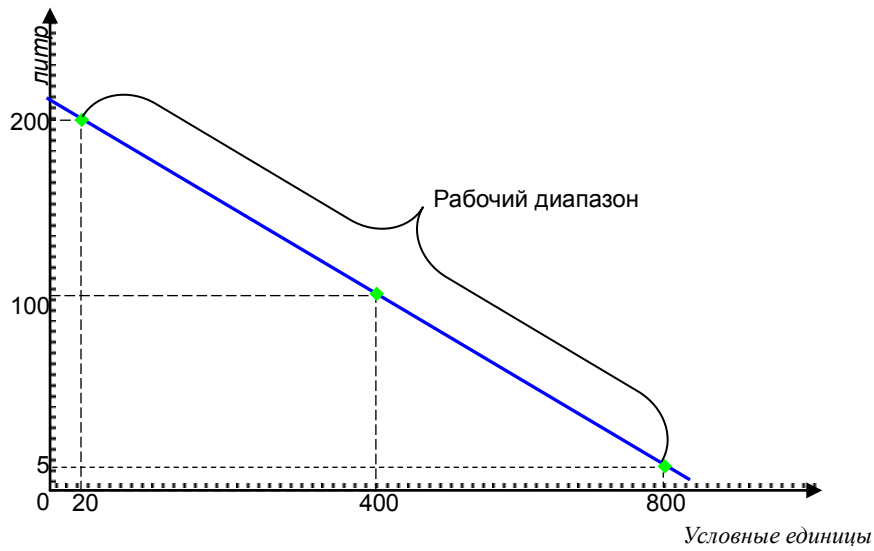

Рисунок 14 - Идеальные показания датчика топлива (инверсный датчик)
- откройте окно «**Свойства системы**», рисунок 14, щелкнув левой кнопкой мыши на значке «**Мой компьютер**» и из выпадающего списка выберите пункт «**Свойства**»;